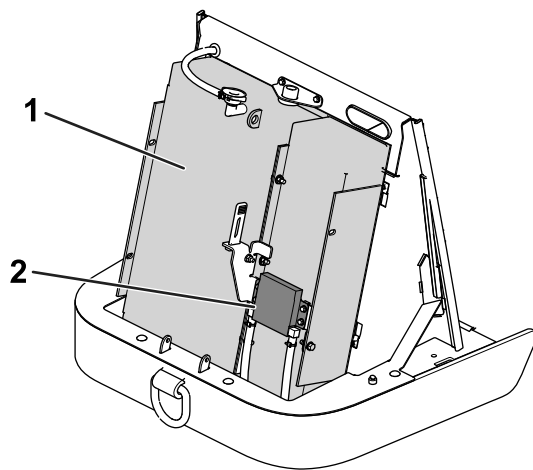

図 112
3. 圧縮空気を使ってラジエーター/燃料クーラ部をていねいに清掃する 図 112。